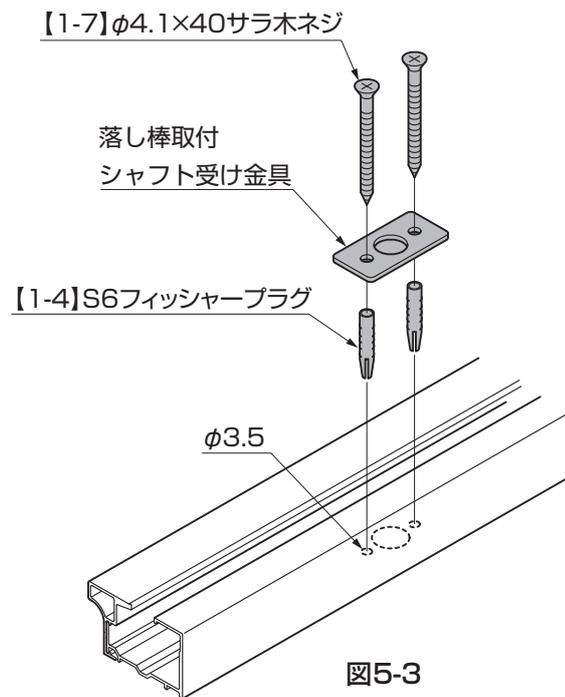

図5-3
②落し棒取付シャフト受け金具の穴位置と下レールに加工した穴をそろえるようにして、下レールにφ3.5の穴をあけてください。(図5-3参照)